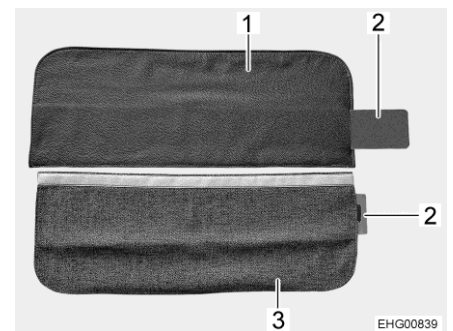

Fig. 86 Cubierta para cinturones de seguridad
La cubierta para cinturones de seguridad puede ser de cuero (Fig. 86,1) o de tela (Fig. 86,3).
- Introducir el refuerzo metálico (Fig. 86,2) completamente en el bolsillo de la cubierta para cinturones de seguridad (Fig. 86,1 o Fig. 86,3).